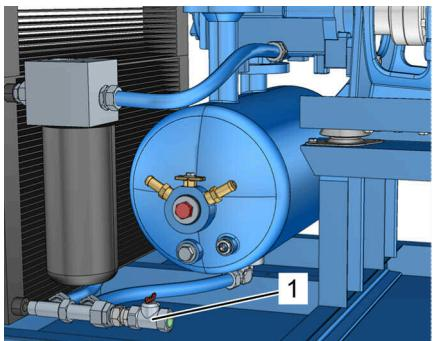

Рис. 37: Отверстие для слива охлаждающей жидкости
5. Осторожно откройте отверстие для слива охлаждающей жидкости (Рис. 37/1) и проверьте вытекающую жидкость.
7. Закройте отверстие для слива охлаждающей жидкости (Рис. 37/1) ↗ *Приложение В «Моменты затяжки винтов» на странице 133.*